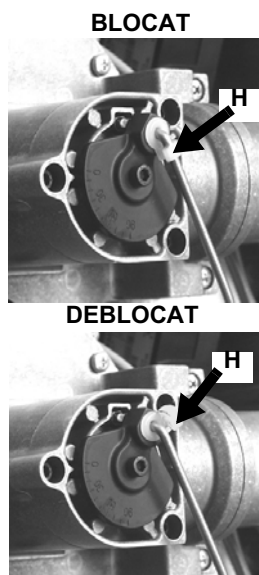

Fig. 42
- 2 Slabiti parghia de reglare a vanei flutute (Fig. 42) si scoateti-o tragand-o spre exterior ;